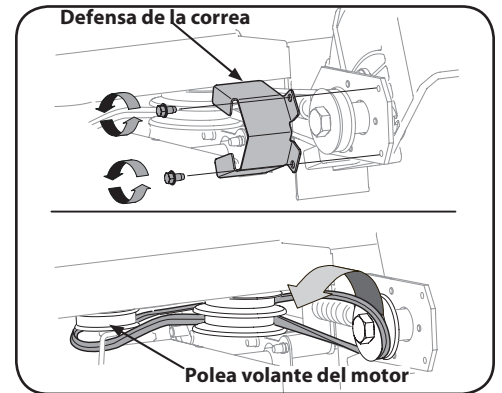

Figura 5-4
3. Retire la guarda de la correa de las poleas del husillo sacando los dos tornillos autorroscantes que la sujetan al montaje de la placa de la cuchilla. Vea la Figura 5-4.
4. Cuidadosamente retire la correa de las poleas, verificando una vez más la orientación de la correa. Descarte la correa. Vea la Figura 5-4.
NOTA: Asegúrese de que el lado "V" de la correa está asentado sobre la polea superior y que el lado plano de la correa está asentado sobre la polea inferior. Vea la Figura 5-4.